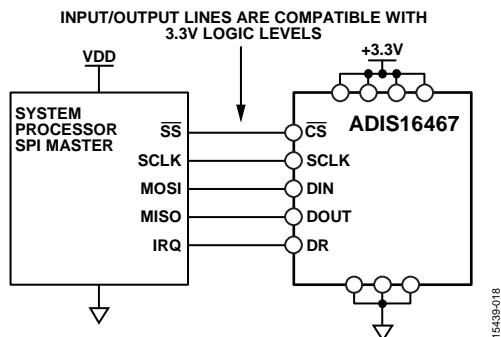

図 18. 電気接続図
SPI は、ユーザ・レジスタへのアクセスを可能にします（表 8 参照）。図 18 に、ADIS16467 と SPI マスター・デバイス間の最も一般的な接続を示します。マスター・デバイスは、多くの場合、SPI 互換のインターフェースを持つ組み込みプロセッサです。この例では、SPI マスターは割込みサービス・ルーチンを使用して、データ・レディ (DR) 信号パルスを受信するたびにデータを取得します。